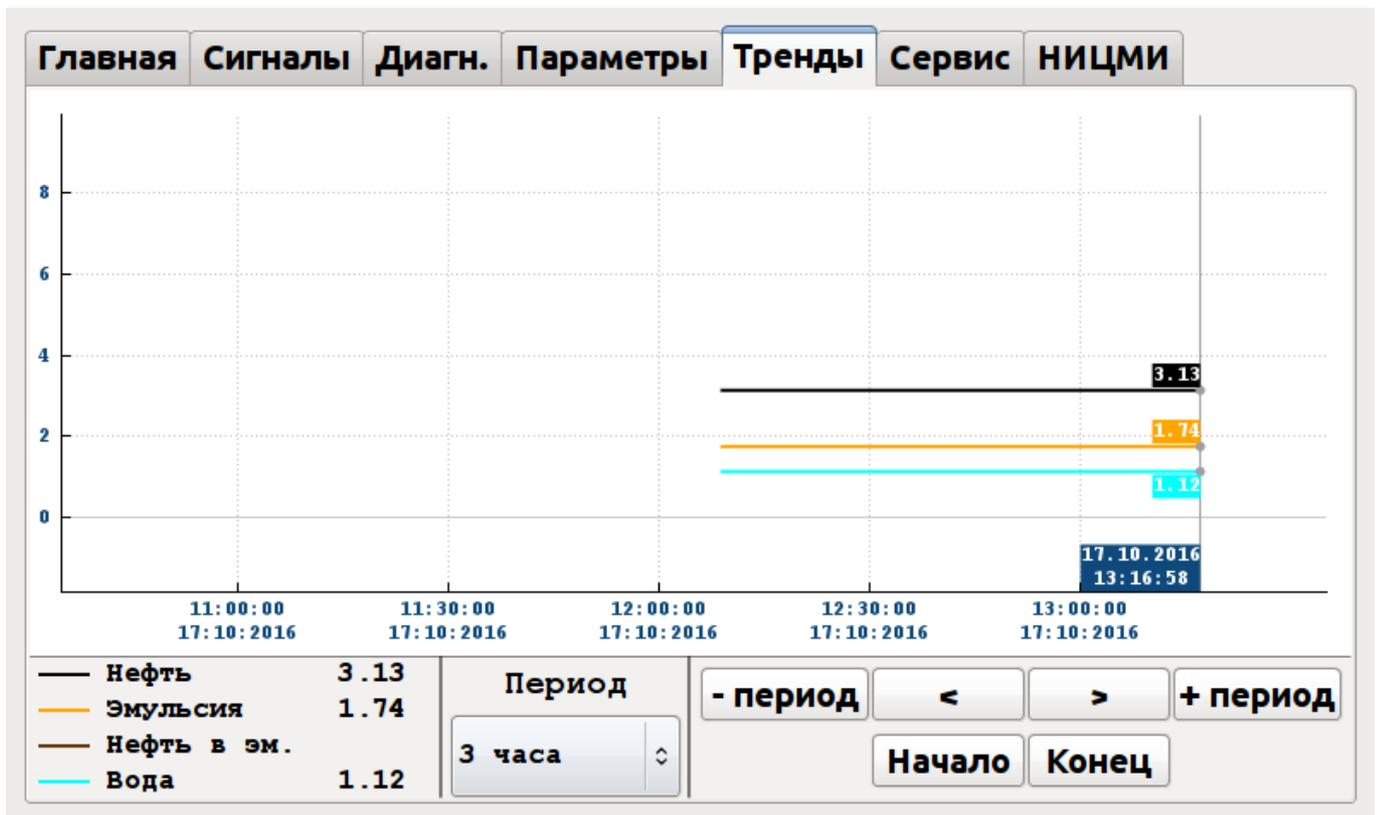

Рис.6
4.1. Получение временных трендов. Для получения временных трендов в главном окне графического интерфейса нажмите клавишу «Тренды». Нажатием клавиш “<”, “>” можно перемещать курсор по диаграмме и наблюдать значения уровней и момент времени, когда происходило данное измерение. Для просмотра трендов за предыдущие сутки нажимается клавиша «-период». Можно наблюдать суточные тренды последнего месяца работы системы. Обратное возвращение к текущим суткам осуществляется нажатием клавиши «конец» (рис. 6).
4.2. Работа с временными трендами. В правой части диаграммы рис.6 напротив временных трендов выбранных резервуаров (технологических аппаратов) отображается наименование резервуара (технологического аппарата), время и дата соответствующее положению курсора на диаграмме, а также значения уровней разделов сред в этом резервуаре (технологическом аппарате) и другие параметры, соответствующие данному моменту времени. Перемещая курсор можно видеть значения уровней и других параметров в данный момент времени, наблюдать их динамику и взаимное влияние технологически связанных резервуаров (технологических аппаратов).